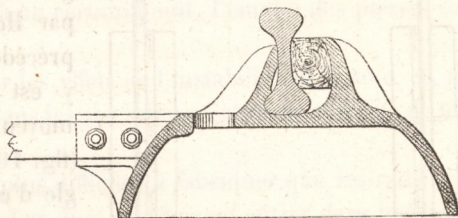

Fig. 165.
**Système des cloches en fonte.** — La figure 165 représente le mode de construction du chemin d'Alexandrie au Caire, établi dans ce système; les plateaux sont remplacés par des cloches reliées par une forte tringle en fer méplat boulonné sur une oreille venue de fonte sur chaque cloche.